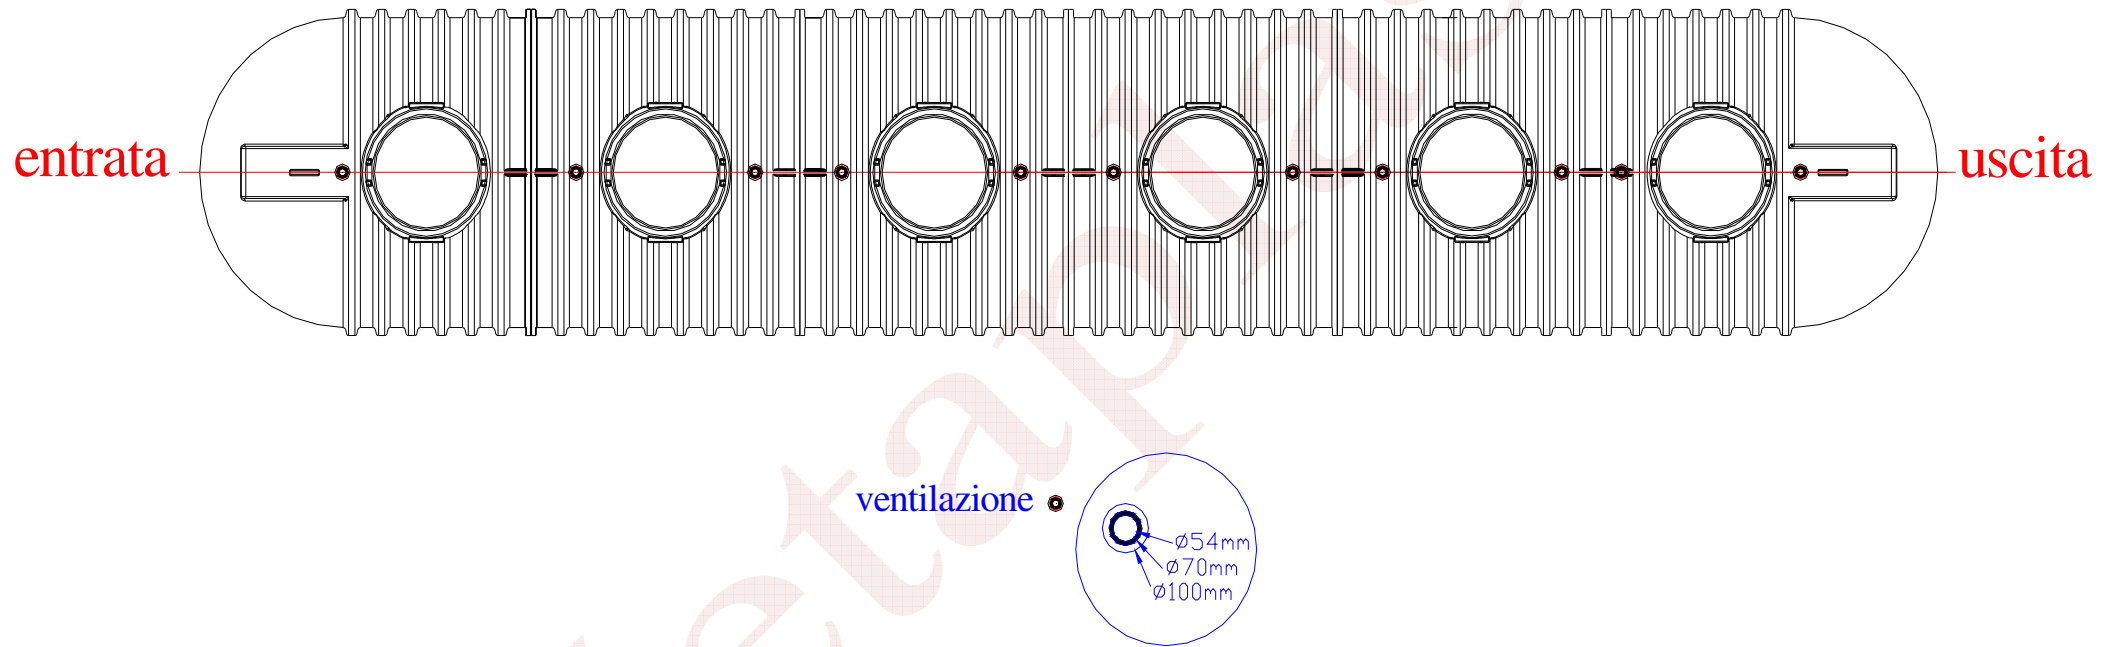

Fig.2 – Posizionamento collegamenti biogas
6.2. Collegamento uscite biogas (ventilazione) (Fig.2)